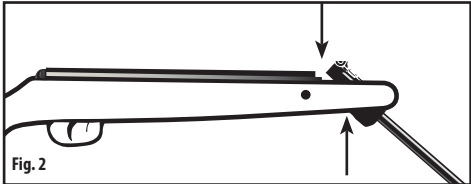

Fig. 2
AVERTISSEMENT: PRENDRE SOIN DE TENIR LES DOIGTS À L'ÉCART DES POINTS DE PINCEMENT. LA FIGURE 2 MONTRE LES POINTS DE PINCEMENT DONT IL FAUT ÊTRE CONSCIENT.
- Prenez soin de ne pas vous pincer la main ou les doigts dans la charnière du fusil à air comprimé (Fig. 2).